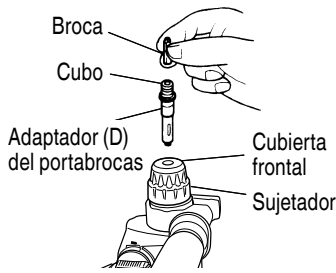

Fig. 18
4. Cuando coloque tornillos para metal (Fig. 18)
### 5. Atornillando tornillos para madera (Fig. 18)